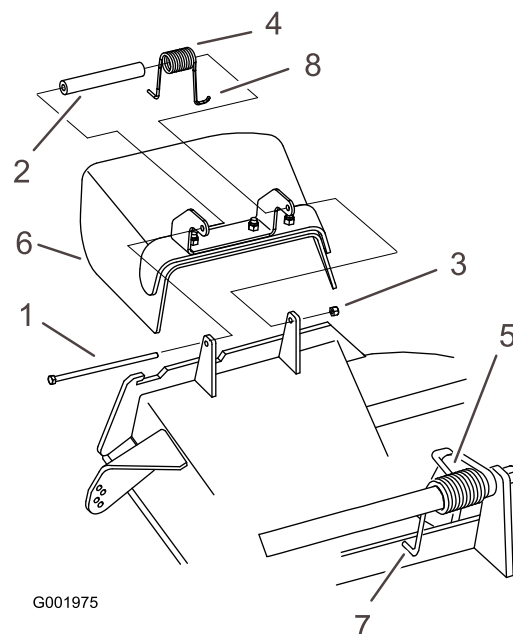

Figure 60
1. Retirez le contre-écrou, le boulon, le ressort et l'entretoise qui fixent le déflecteur aux supports de pivot (Figure 60).
Remarque: Prenez soin de placer une extrémité en J du ressort derrière le bord du plateau avant de mettre le boulon en place, comme indiqué à la Figure 60.
3. Remettez le boulon et l'écrou en place. Accrochez une extrémité en J du ressort au déflecteur d'herbe (Figure 60).